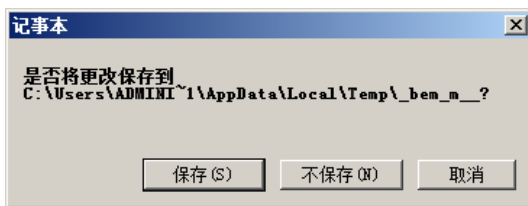

图 5.3.22 “记事本”对话框
Step4. 单击记事本右上角的 **×** 按钮, 此时系统弹出图 5.3.22 所示的“记事本”对话框, 在对话框中单击 **保存(S)** 按钮, 保存上一步输入的内容; 此时修改后的结果如图 5.3.21b 所示。